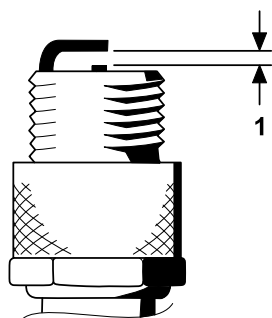

Figura 36
4. Ajuste a folga existente entre a zona central e lateral do elétrodo para 0,76 mm, como se mostra na Figura 36.